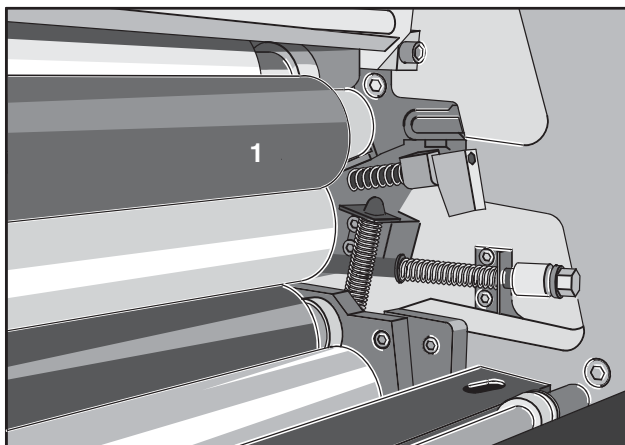

図3
- ⑤ 黄色のインキ移しローラ11(図3/①)を取り外します。